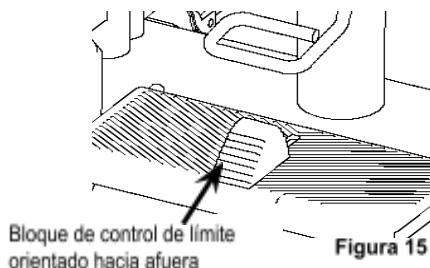

Figura 15
- Cuando el Control de altura está en la posición externa, mantenga el pedal presionado hasta el final para descender el asiento. (Según Figura 15)